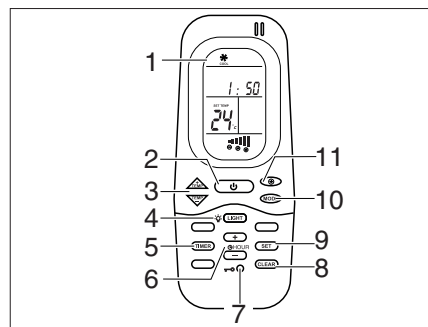
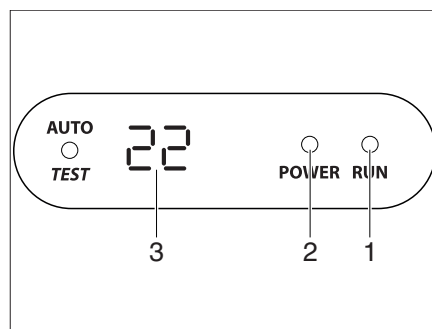

Bild 118 Fjärrstyrning
Bild 119 Display på diffusorn
Klimatanläggningen är monterad på fordonets tak. Fjärrstyrningen (Bild 118) för klimatanläggningen finns i köket.
- Anslut fordonet till 230 V-försörjningen. Klimatanläggningen är driftklar. Lysdioden (Bild 119,2) på diffusorns display lyser röd.
- Tryck på På-/Avslagningsknappen (Bild 118,2) på fjärrstyrningen för att starta. Lysdioden (Bild 119,1) lyser grön när klimatanläggningen arbetar med kylning. Lysdioden (Bild 119,1) lyser röd när klimatanläggningen arbetar med uppvärmning.
- Ställ in önskat driftläge med knappen MODE (Bild 118,10).
- Ställ vid behov in önskat fläktsteg med knappen (Bild 118,11) och rumstemperaturen med knapparna (Bild 118,3).
- Tryck på På-/Avslagningsknappen (Bild 118,2) på fjärrstyrningen för avslagning.
- Starta med På-/Avslagningsknappen (Bild 118,2) på fjärrstyrningen för att programmera klimatanläggningen.
- Tryck på knappen TIMER (Bild 118,5). ON-indikeringen för starttiden aktiveras.
- Ställ klockan med knapparna TEMP (+/-) (Bild 118,3).
- Tryck på knappen TIMER (Bild 118,5) igen. OFF-indikeringen för starttiden aktiveras.
- Tryck på knappen TIMER (Bild 118,5) igen.
- Tryck på knappen SET (Bild 118,9) i slutet av inställningen.
- Tryck på knappen CLEAR (Bild 118,8) för att radera timer-programmeringen.